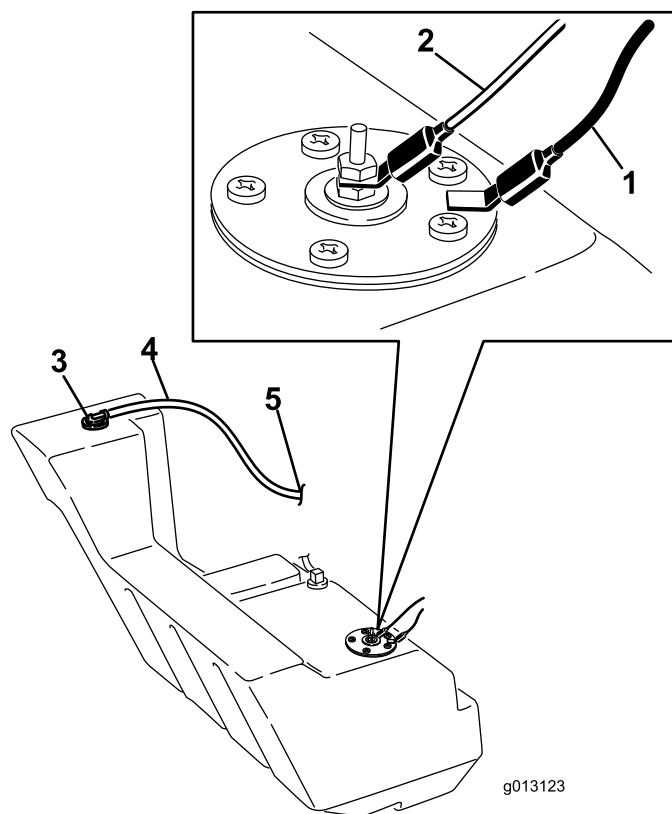

Figura 65
12. Scollegate i 2 fili che portano al lato destro del serbatoio (Figura 65).
21. Sulla parte destra del serbatoio, collegate il cavo arancione al polo centrale e il cavo nero al polo esterno (Figura 65).